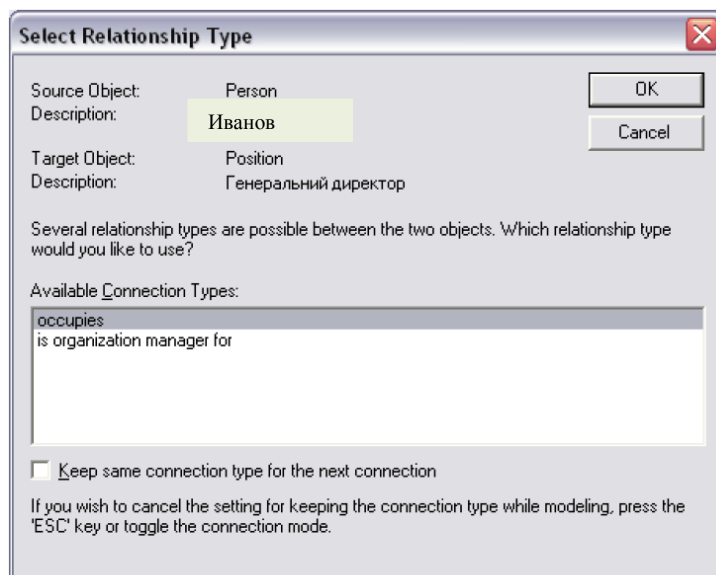
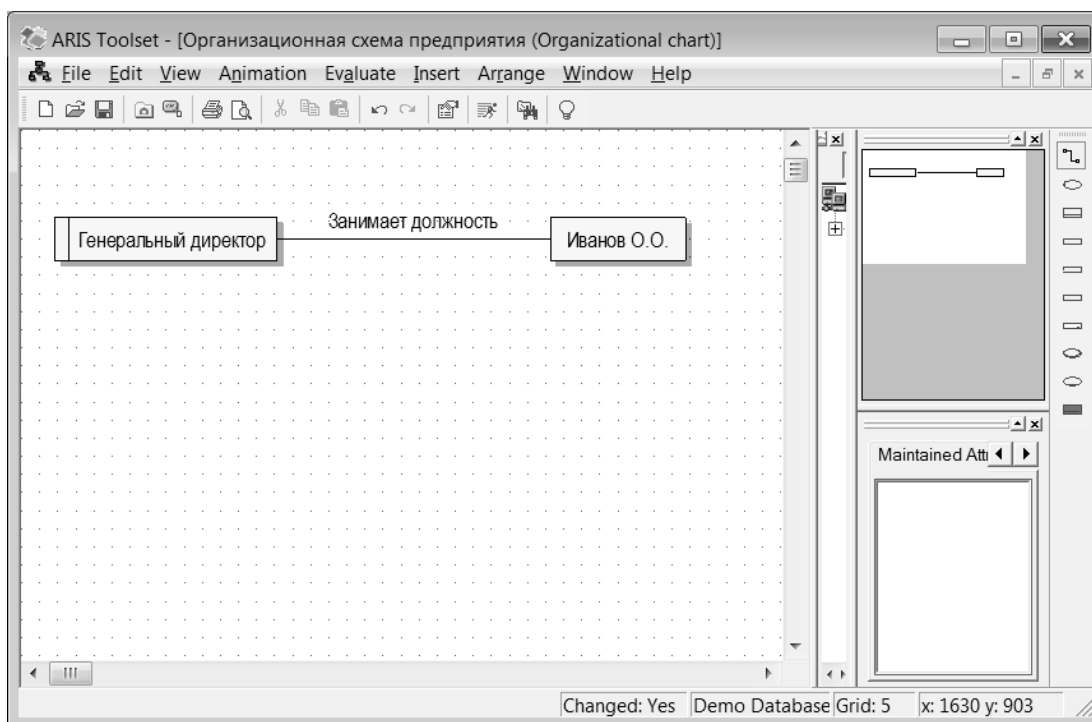

Рисунок 1.17 – Окно выбора типа связи между элементами модели
Рисунок 1.18 – Связь между объектами
– щелкнуть левой кнопкой мыши на объекте в рабочей области, в который будет входить связь, например «Генеральный директор». Появится окно выбора типа связи между элементами модели **Select Relationship Type** (рис. 1.17). Нужно выбрать соответствующий тип связи. В данном примере – это **occupies** (занимает должность). Между объектами установится связь, как это показано на рис. 1.18 .